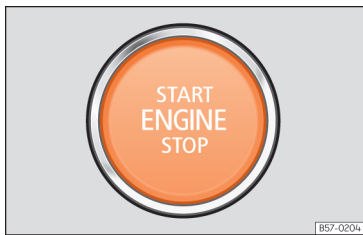

Fig. 83 Na parte inferior da consola central: botão de arranque.
» **Fig. 83** pisca para chamar a atenção sobre ele.
- Pressione o botão de arranque »» **Fig. 83** sem pisar o acelerador. Para que o motor arranque deve existir uma chave válida no veículo. Após o arranque do motor, a iluminação do botão START ENGINE STOP muda para iluminação fixa indicando que o motor arrancou.